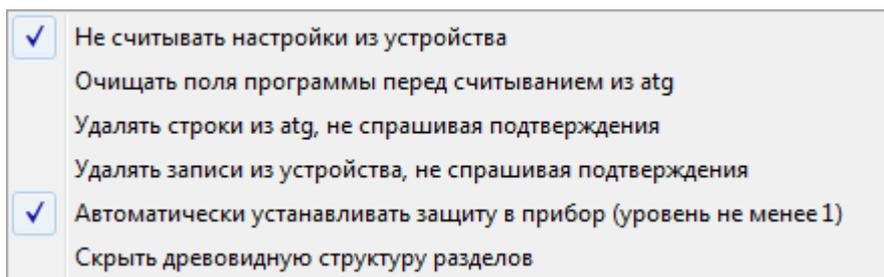

Рис.4 – Меню Настройки программы.
**2. Панель настроек.** Опции вкладки дублируются в меню **Настройки программы** (рис.4).